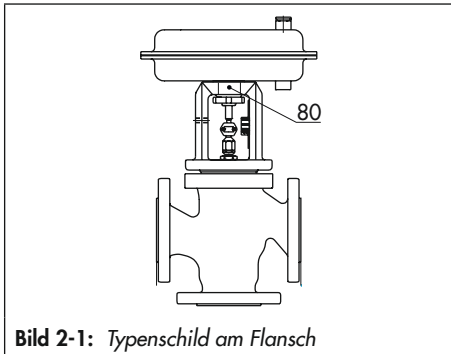

Bild 2-1: Typenschild am Flansch
Das Typenschild (80) des Ventils ist am Flansch angebracht (Bild 2-1).